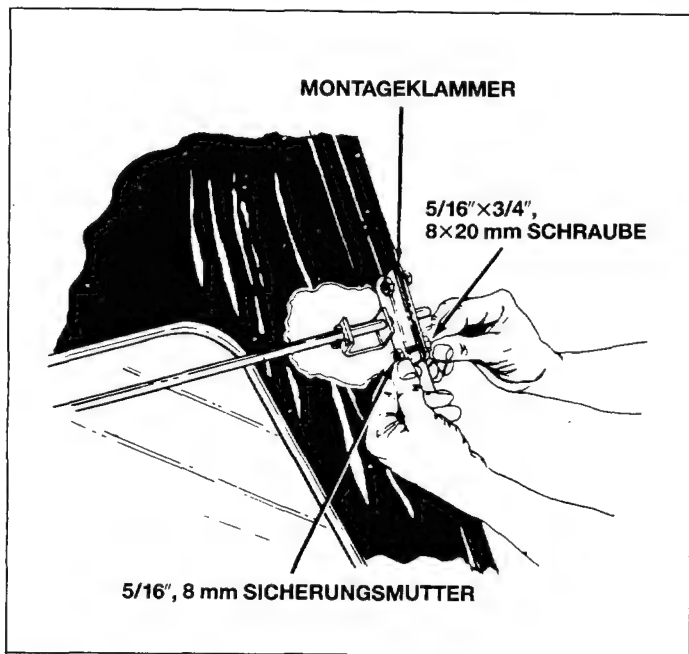

Bild 25
15. Die beiden Montageklammern auf der Innenseite des Rahmens mit Sechskantschrauben 8×20 mm und Sicherungsmutter 8 mm montieren. Siehe Bild 25. *Gut festziehen.*